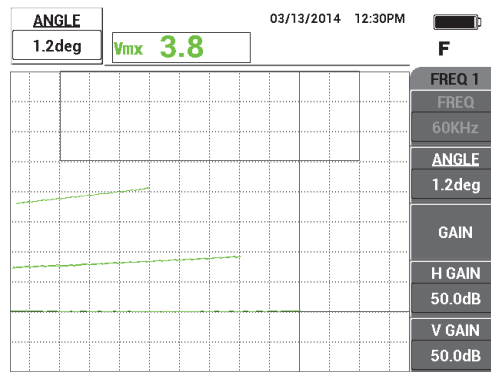

Figura 5-80 Ajustar o sinal mais baixo para horizontal
9. Pressione a tecla **ANGLE** (  ) e, em seguida, ajuste o sinal inferior (45% de condutividade) de modo que ele fique horizontal (veja Figura 5-80 na página 188).